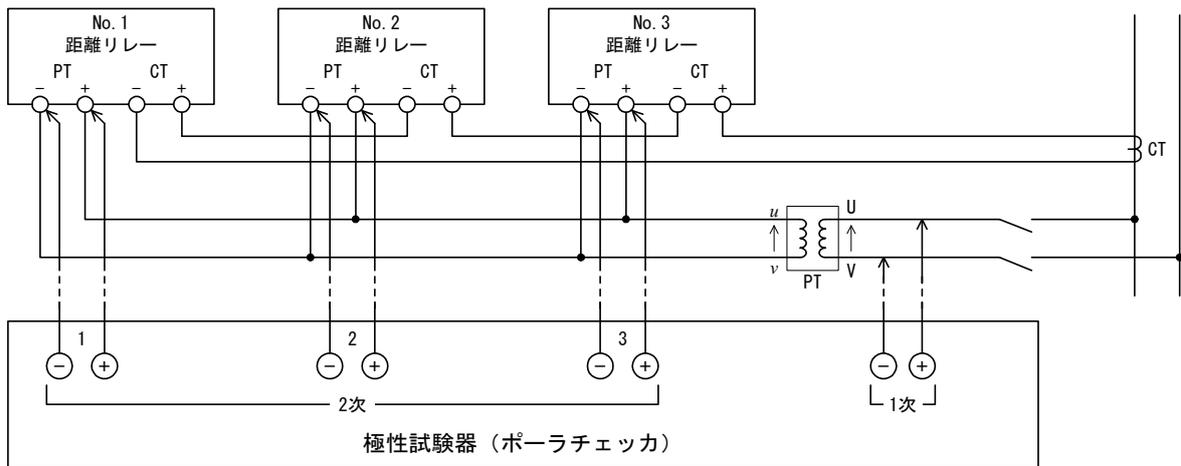
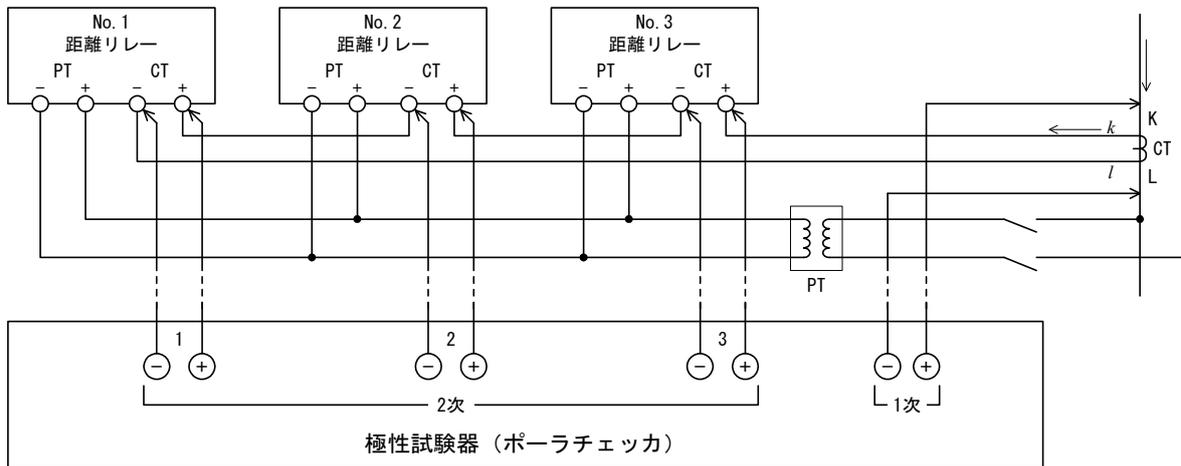

図4 保護継電器（距離リレー）を接続した状態での計器用変圧器（PT）の極性試験
図5 保護継電器（距離リレー）を接続した状態での変流器（CT）の極性試験
(1) 5 項 (6 ページ) を参照し、PT 回路の場合は図 4、CT 回路の場合は図 5、 $\Delta I$  型故障選択装置の場合は図 6 のように接続してください。